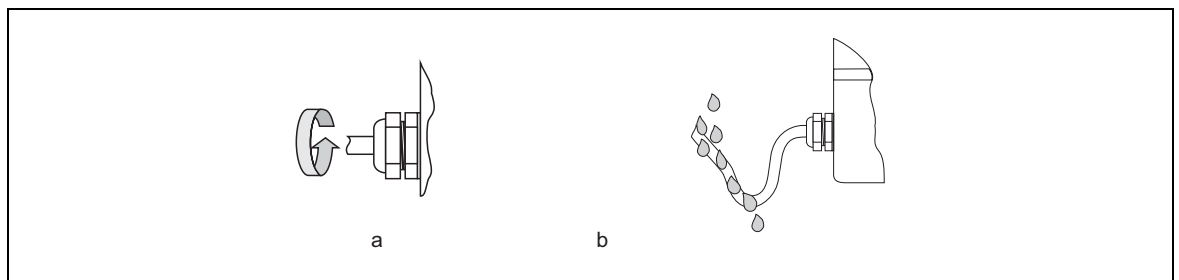

Рис. 19: Указания по монтажу, кабельные вводы
- Надежно затяните кабельные вводы, чтобы не допустить протечек (пункт a → рис. 19).
- Подводка кабеля должна осуществляться снизу во избежание попадания воды в кабельные вводы ("ловушка для воды", пункт b → рис. 19). Такая компоновка предотвращает попадание влаги в кабельные вводы.